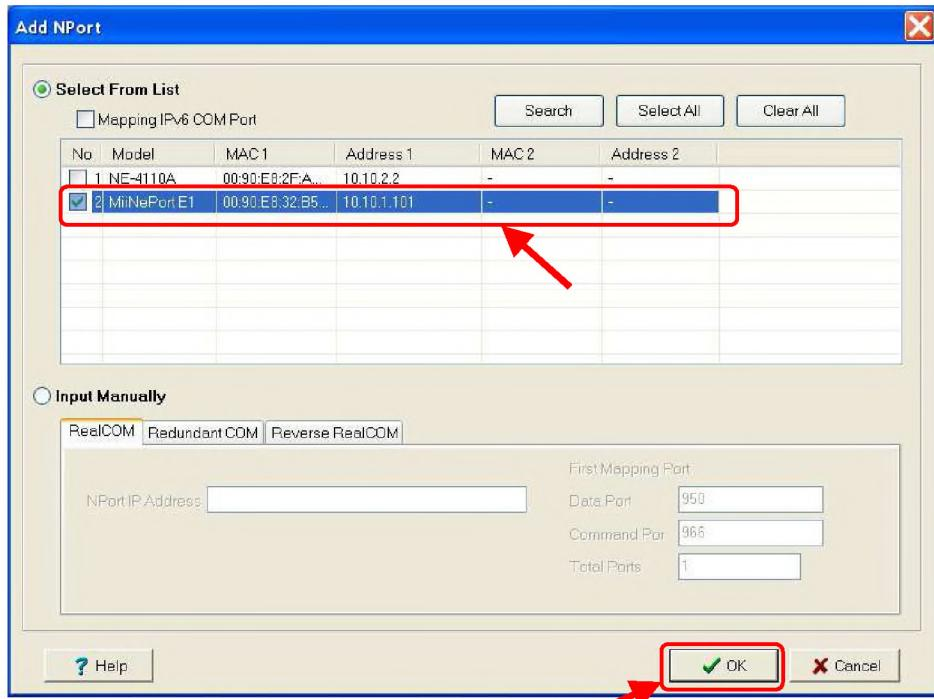

Рис. 16.4. Список найденных устройств.
После поиска в локальной сети (см. Рис.16 .3, стр. 30) утилита «NPort Windows Driver Manager» отобразит список всех найденных устройств (см. Рис. 16.4, стр. 31).
16.8. Выберете нужное Вам устройство (см. Рис. 16.4) и нажмите на кнопку «OK».